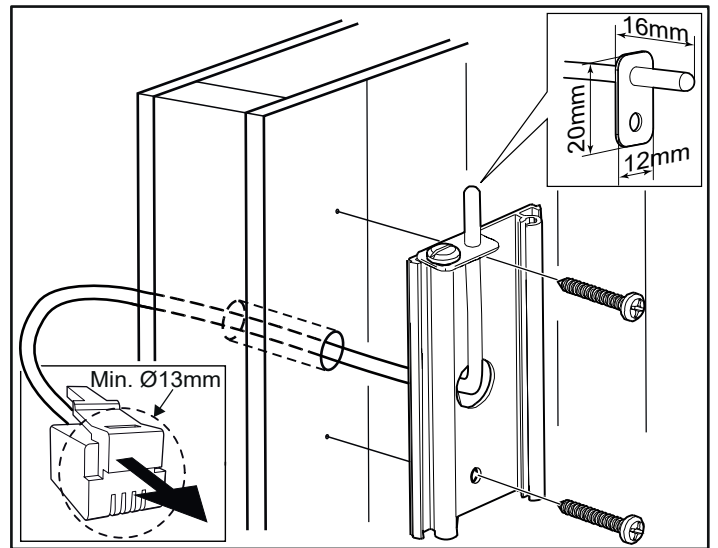

Rysunek 15. Wkręt ustalający wspornik
10. Unieruchom piec za pomocą wkrętu ustalającego (patrz rys. 15).